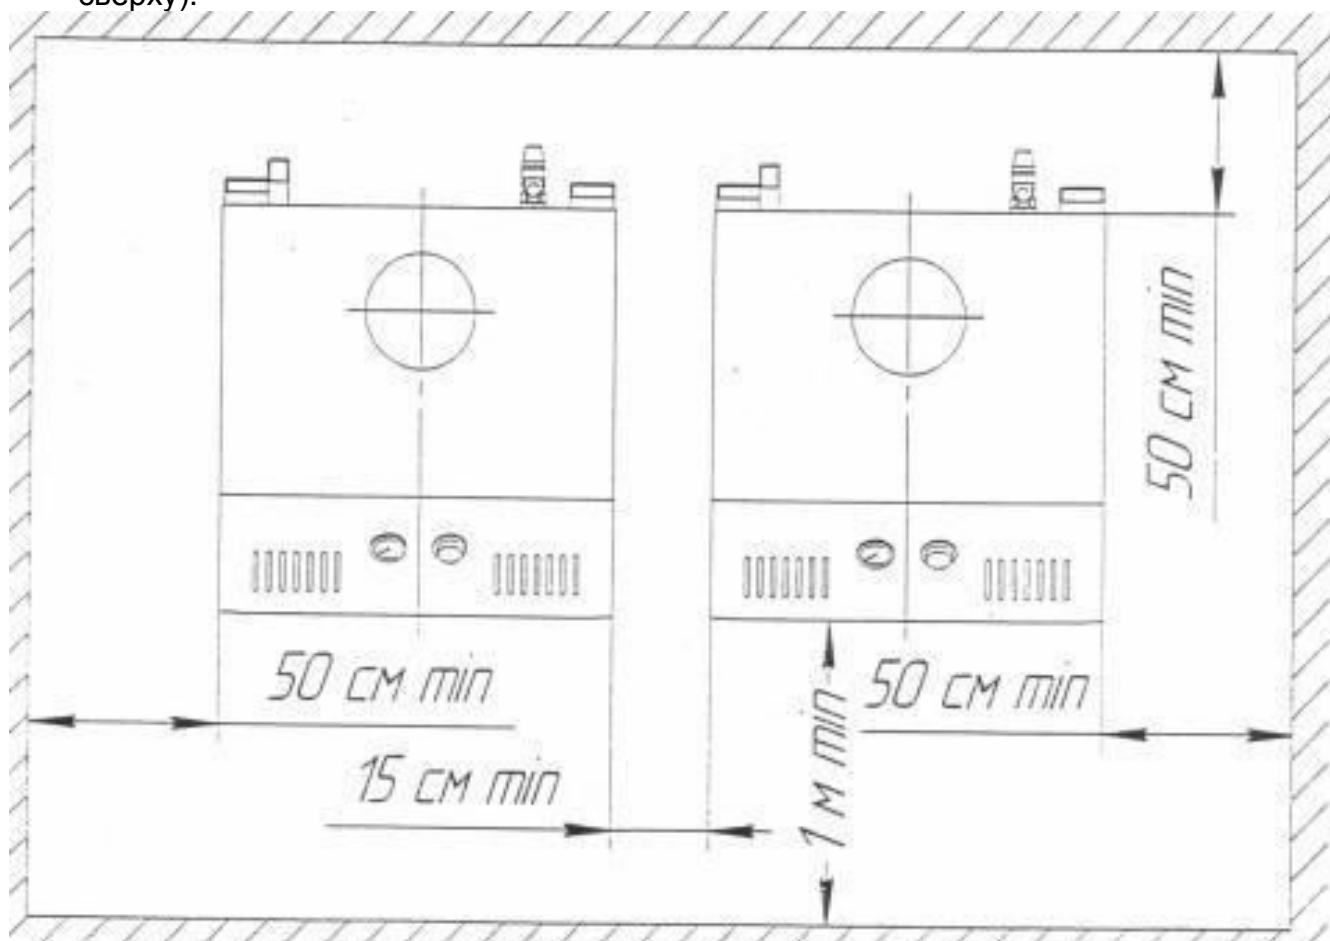

Рис. 5
5.4 Котел (котлы) устанавливаются в помещении с обязательным обеспечением необходимых для обслуживания и ремонта расстояний в соответствии с рис. 5 (вид сверху).